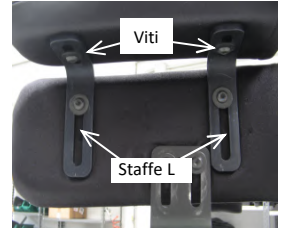

fig. 17.3: Regolazione in profondità
• **Regolazione in profondità** (fig. 17.3)